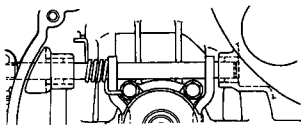

图 10-11
(1) 衬套内应涂润滑脂。
(2) 应将衬套沿着壳体的配合接触面均匀平整地装入 (图 10-11)。